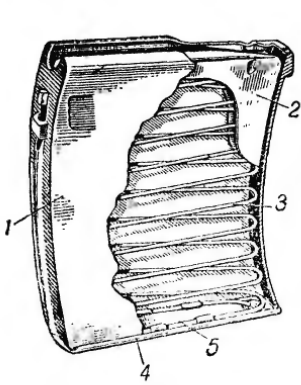

Рис. 40. Магазин:
**41. Магазин** (рис. 40) служит для помещения 10 патронов и подачи очередного патрона в окно ствольной коробки, где он захватывается затвором и подается в патронник. Магазин состоит из коробки, подавателя, пружины подавателя, крышки коробки и защелки крышки.